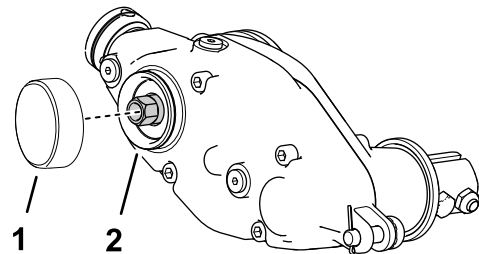

图 9
1. 在卡环槽周围和外直径表面涂抹中等强度的圆柱固持胶如 Green Loctite 609® 图 9。
2. 如 图 9 所示安装盖子。